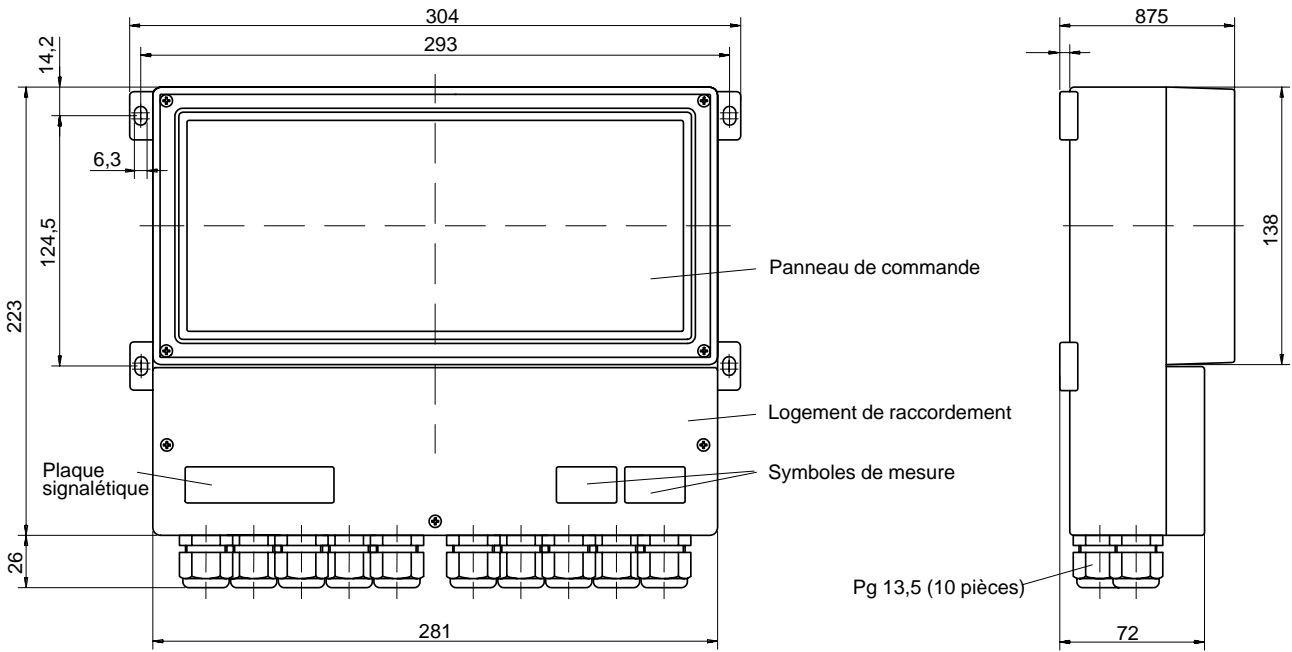

Fig. 10-1 Dessin d'encombrement du Transmetteur 7500
- Le boîtier résistant aux intempéries permet un montage mural direct, dessin d'encombrement voir fig. 10-1.